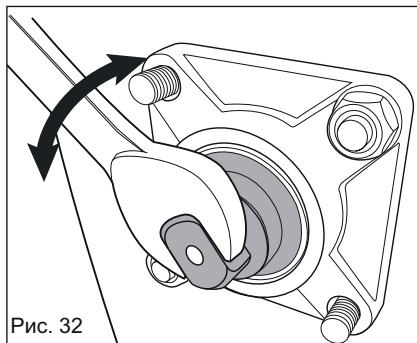

Рис. 32
4. Поворачивайте вал лезвия по мере необходимости гаечным ключом на 17 мм (рис. 32).